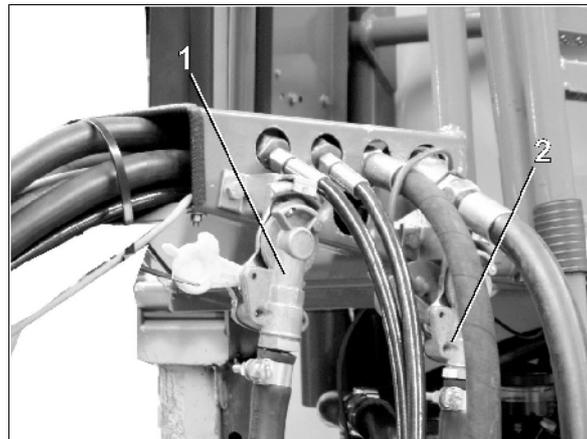

Fig. 30
1. Den Kupplungskopf der Bremsleitung (gelb) (Fig. 30/1) aus der Leerkupplung entnehmen.
4. Befestigen Sie den Kupplungskopf der Bremsleitung (gelb) (Fig. 30/1) vorschriftsmäßig in der gelb markierten Kupplung am Traktor.
5. Den Kupplungskopf der Vorratsleitung (rot) (Fig. 30/2) aus der Leerkupplung entnehmen.
8. Befestigen Sie den Kupplungskopf der Vorratsleitung (rot) (Fig. 30/2) vorschriftsmäßig in der rot markierten Kupplung am Traktor.